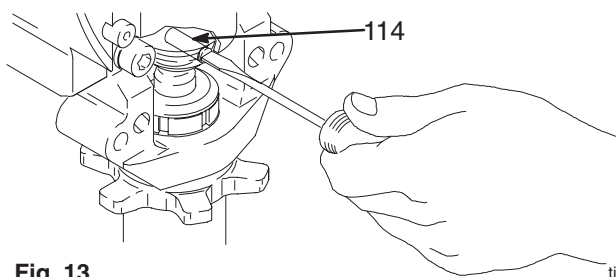

Fig. 13
3. Fig. 13. Utiliser un tournevis: relever le ressort et sortir la broche.
2. Fig. 13. Pousser la broche (21) dans les trous et pousser le ressort d'arrêt dans la gorge tout autour de la tige de connexion.